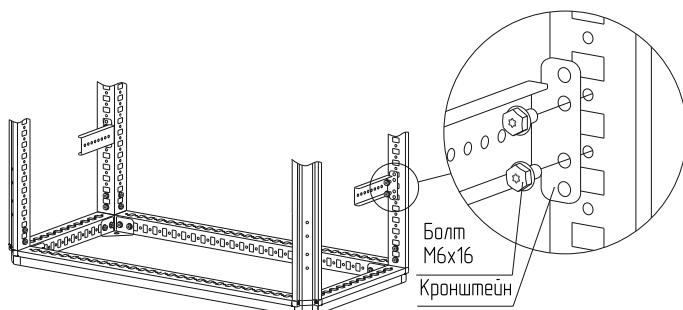

Рисунок 44
- вариант 1. Болтами M6×16 (рисунок 44). Момент затяжки – 7 Н·м;